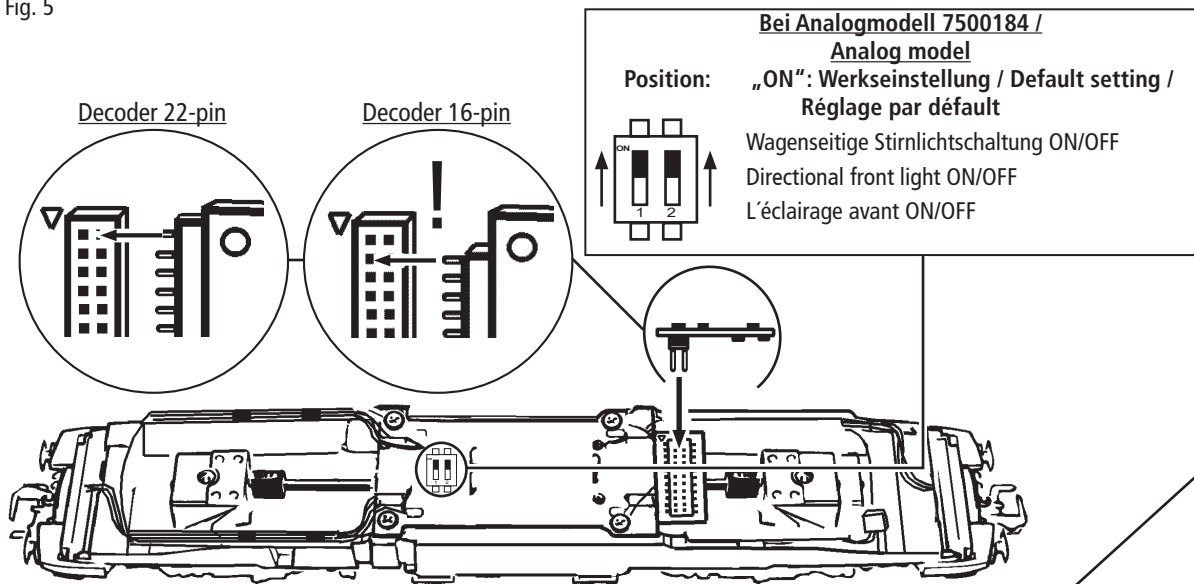

Fig. 7
**3. Haftreifenwechsel:** Zuerst den Getriebedeckel abnehmen (Fig. 4). Danach den **Radsatz** herausnehmen und die **Haftreifen** mit einer Nadel od. mit einem feinen Schraubendreher abziehen (Fig. 7). Beim Aufziehen der neuen Haftreifen darauf achten, dass diese sich nicht verdrehen.
**3. Change of traction tyre:** Remove the gear cover (fig. 4). Take out **wheel set** and remove **traction tyre** using a pin or a fine screwdriver (fig. 7). When pressing on the new traction tyre please **avoid twisting it**.
**3. Échange des bandages d'adhérence:** Démontez d'abord **le couvercle du carter des engrenages** des engrenages (fig. 4). Délogez ensuite les essieux bandagées et enlevez, à l'aide d'une aiguille ou d'un tournevis fin, les bandages d'adhérence (fig. 7). Lors du montage des nouveaux bandages veuillez veiller à ce que les bandages **ne soient pas tordu**.